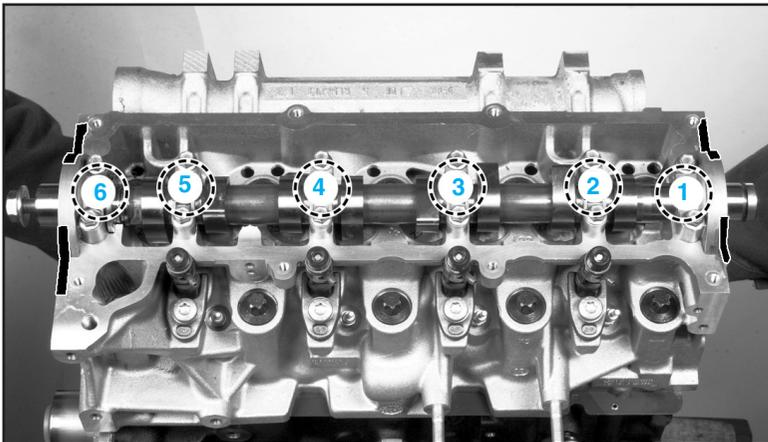

Fig.Mot.46
- Reposer les chapeaux de paliers d'arbre à cames (**n° 1 côté volant moteur**) et les serrer progressivement par passes successives jusqu'au couple prescrit, en commençant par les paliers centraux (Fig.Mot.46).